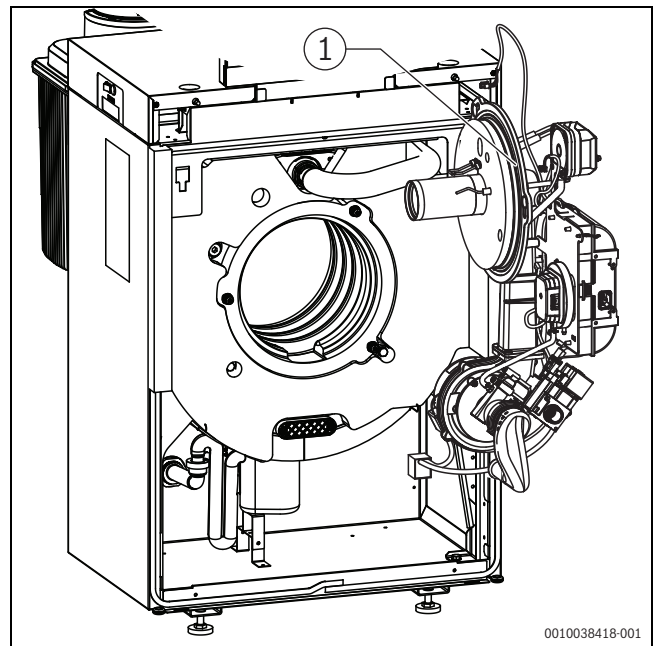

Bild 15 Brenner komplett in Serviceposition
- ▶ Umrüstbrenner in Serviceposition einhängen (T-förmiger Ausschnitt in Verkleidung oben rechts; → Bild 15).
- ▶ Vor Brennermontage den richtigen Sitz des O-Rings (→ Bild 15, Seite 14) überprüfen und ggf. korrigieren.